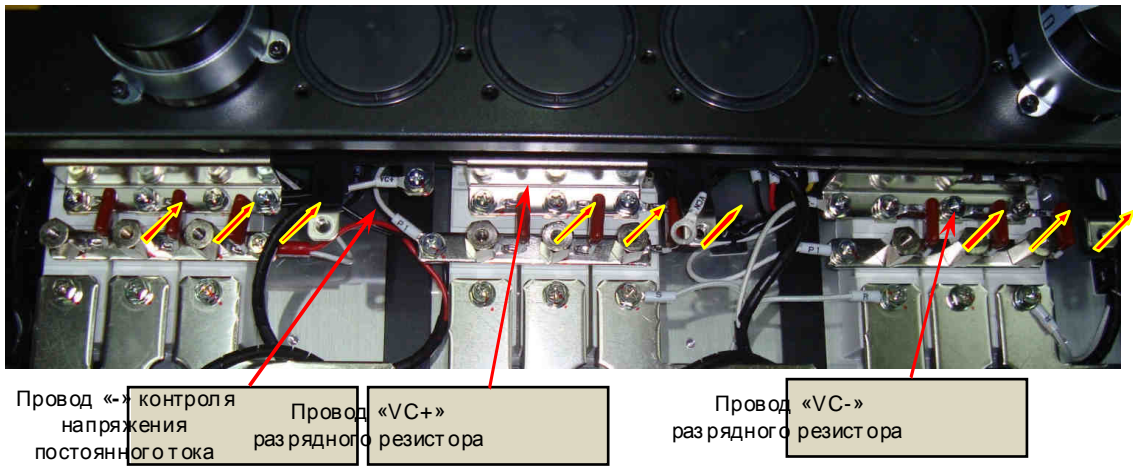

Рис. 7.22.
- Вкрутить неплотно винты (9 шт.) крепления шины «-» блока конденсаторов в контакты «3» диодно-тиристорных модулей, одновременно присоединив в выводы балластных конденсаторов. Присоединить с помощью винтов (3 шт.) провода «VC-», «VC+» разрядного резистора и провод «-» контроля напряжения постоянного тока (рис. 7.22.).